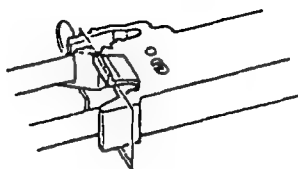

図6.8
- (8) カセット全体を右側板の角穴に押し込み“カチッ”と音がするまで確実にラッチします (図6.8)。
- (9) リボンにたるみがあり、ワイヤドットプリンタの位置より下にある場合は、やり直してリボンのたるみがないようにしてください。